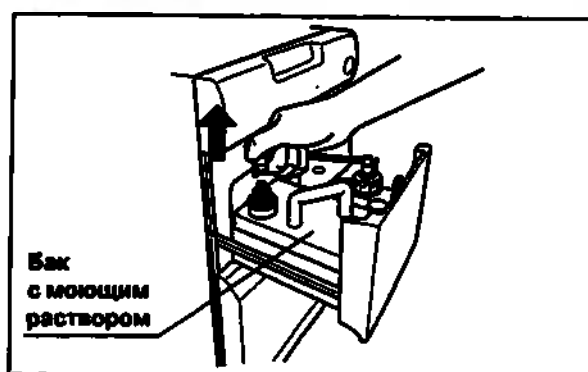

Рис. 4.57
2. Нажимая пальцем на запорный рычажок коннектора трубки, присоединённой к баку с моющим раствором, отсоедините трубку (см. рис. 4.57).